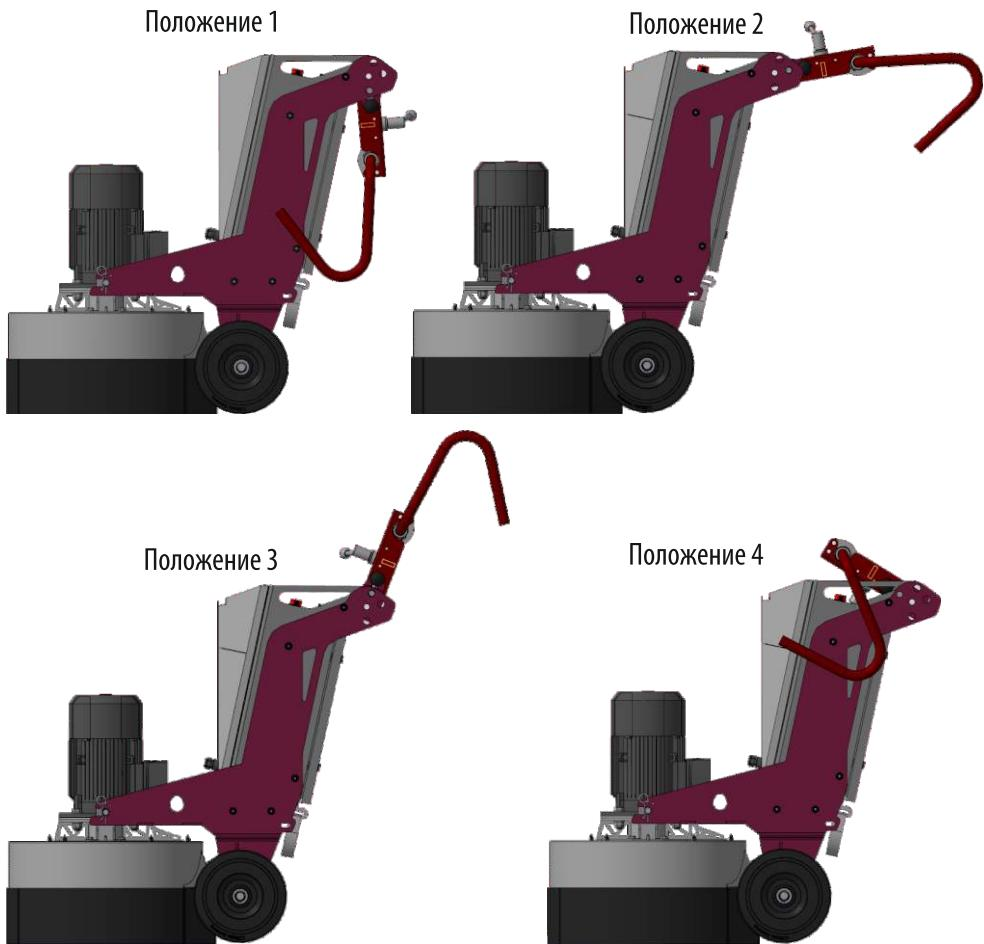

Рис. 4 Регулировка положения рукояги
1. Рычаг на раме регулирует положение основной рукояти – сдвиньте влево рычаг, установите необходимое положение (Рис. 4), зафиксируйте положение сдвигом рычага вправо до щелчка.